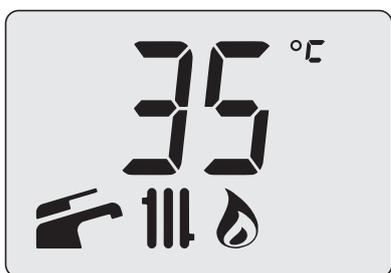

Figura 12.7
- Premendo il tasto 18 (Figura 12.2) si esce dalla "modalità programmazione" (Figura 12.7).